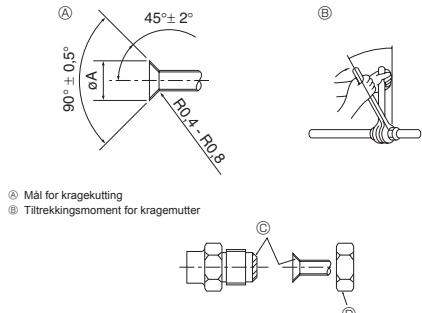

Fig. 5-1
Ⓐ (Fig. 5-1)
Ⓑ (Fig. 5-1)
5.2. Vannrørtilkobling (fig. 5-1)